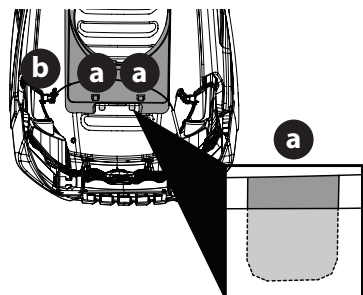

Figura 11
- Con las lengüetas traseras instaladas, inserte las lengüetas delanteras (a) en el pleno (b) como se muestra en la Figura 11.